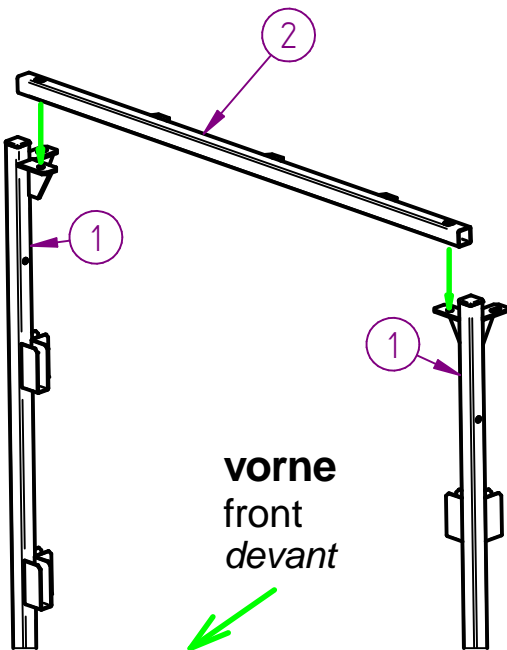

Bild 1
3. Die Querträger [2] an den vorderen (Bild1) und hinteren (Bild2) Planengestelleckstehern [1] mit dem mitgelieferten Befestigungsmaterial lose vormontieren.